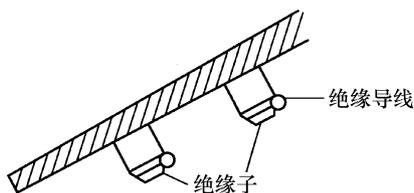

图 7-16 绝缘子在侧面或斜面时的导线绑扎
1) 在建筑物绝缘子侧面或斜面配线时，应将导线绑扎在绝缘子上方，如图 7-16 所示。